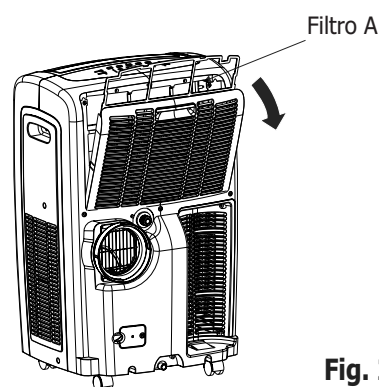

Fig. 27
- Esta unidad tiene tres filtros, estos son filtro A, B, y C. Agarrar la lengüeta superior y saque el filtro A que está detrás de la parrilla en el panel posterior (Fig. 27). Remueva los filtros de B y C de más abajo aflojando los tornillos. Saque la rejilla de entrada de aire, luego remueva el filtro de aire como se muestra en las Fig. 28 y 29.